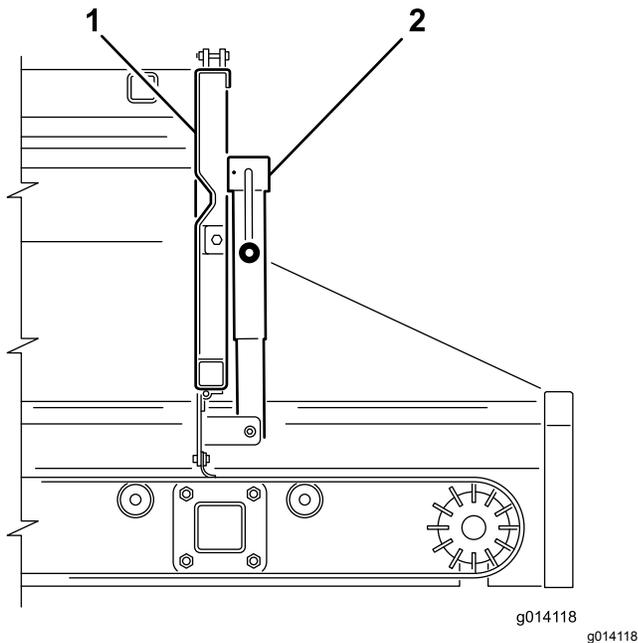
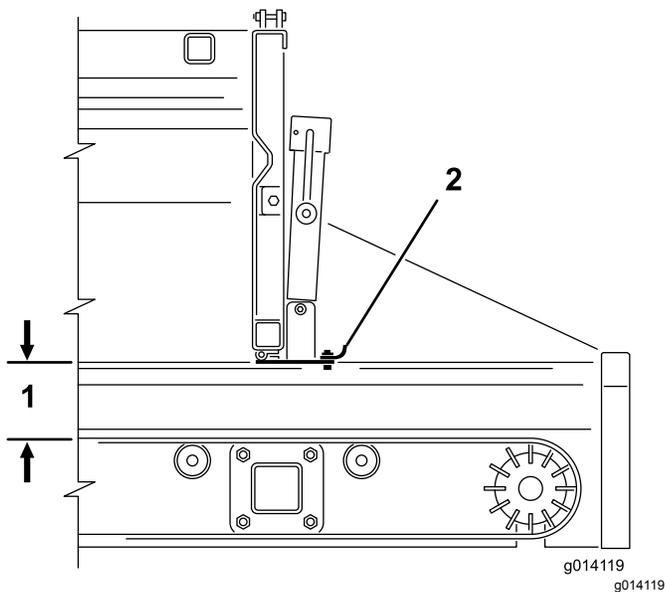

図 39
図 40
2. ジャッキハンドルを使って、後ゲートを適当な状態まで開く 図 39 と 図 40。これにより、オプション機器を使う場合にはオプションへの供給量が制限される。